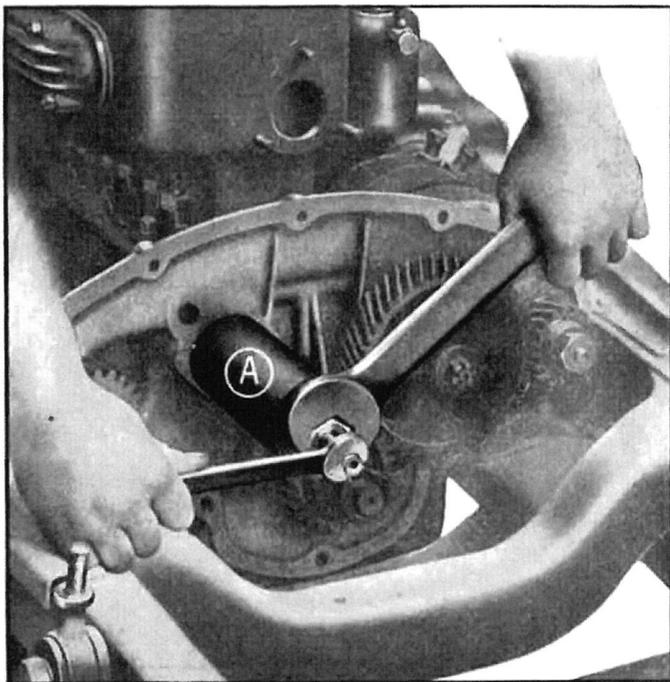

Fig. 86. — A - Appareil en place pour le démontage de l'arbre à cames sur moteur type A ou II.
- 4—S'il s'agit d'un moteur type A ou II, dévisser la vis pointeau située sur le carter supérieur, entre les cylindres et la distribution, puis enlever ensemble l'arbre à cames et sa bague AV., à l'aide du montage spécial qui s'emploie vissé sur l'extrémité de l'arbre, en serrant l'écrou contre l'entretoise (fig. 86).